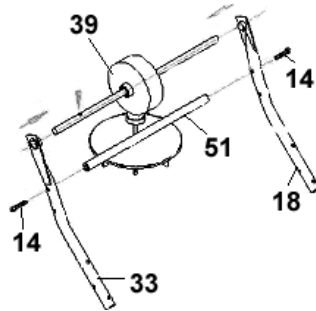

Abbildung 2
- Nehmen Sie die beiden Radgestellrahmen (18 & 33) und drücken, jeweils von der Innenseite aus, die beiden Gleitlager (37) in die Bohrungen ein.
- Schieben Sie die beiden Radgestellrahmen (18 und 33) auf die Achse der Getriebereinheit (39).
- Führen Sie die Querstrebe (51) zwischen den beiden Radgestellrahmen (18 & 33) ein.
- Stecken Sie je eine Schraube (14) durch die Bohrungen der Radgestellrahmen (18 & 33).
- Drehen Sie die Schrauben (14) in die Stirnseite der Querstrebe (51) ein und ziehen Sie die Schrauben (14) nur handfest an.
- Achten Sie bei der Montage darauf, dass die Bohrung der Achse nach oben zeigt (siehe Abbildung 2).